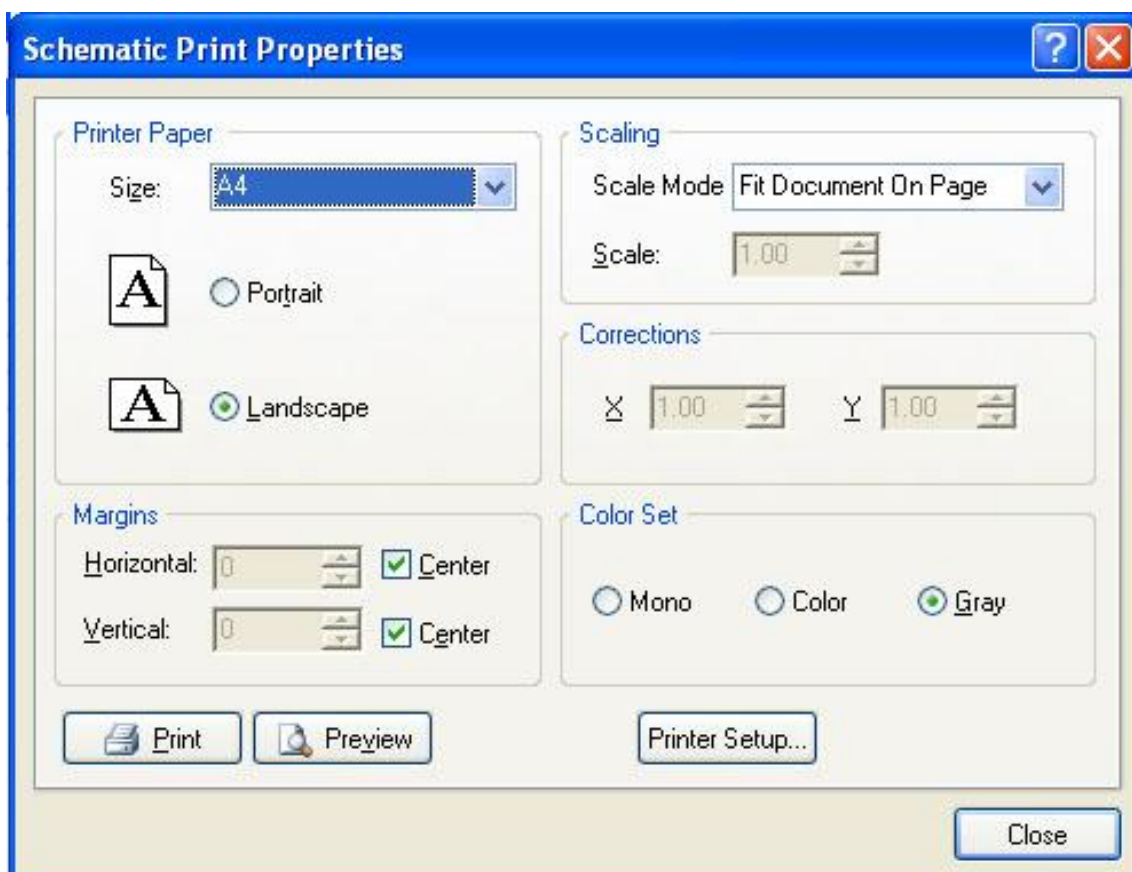

Figura 2.60 Page Setup
1. Configurar la hoja para imprimir ejecutando el comando **File/Page Setup**, donde se configura el tamaño de papel, escala, márgenes. Figura 2.60